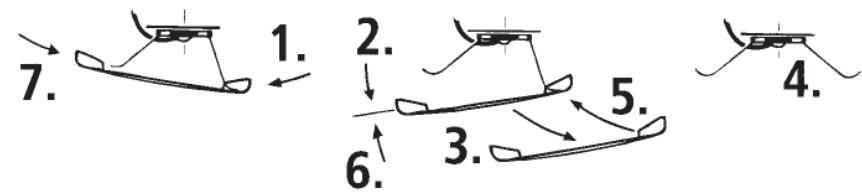
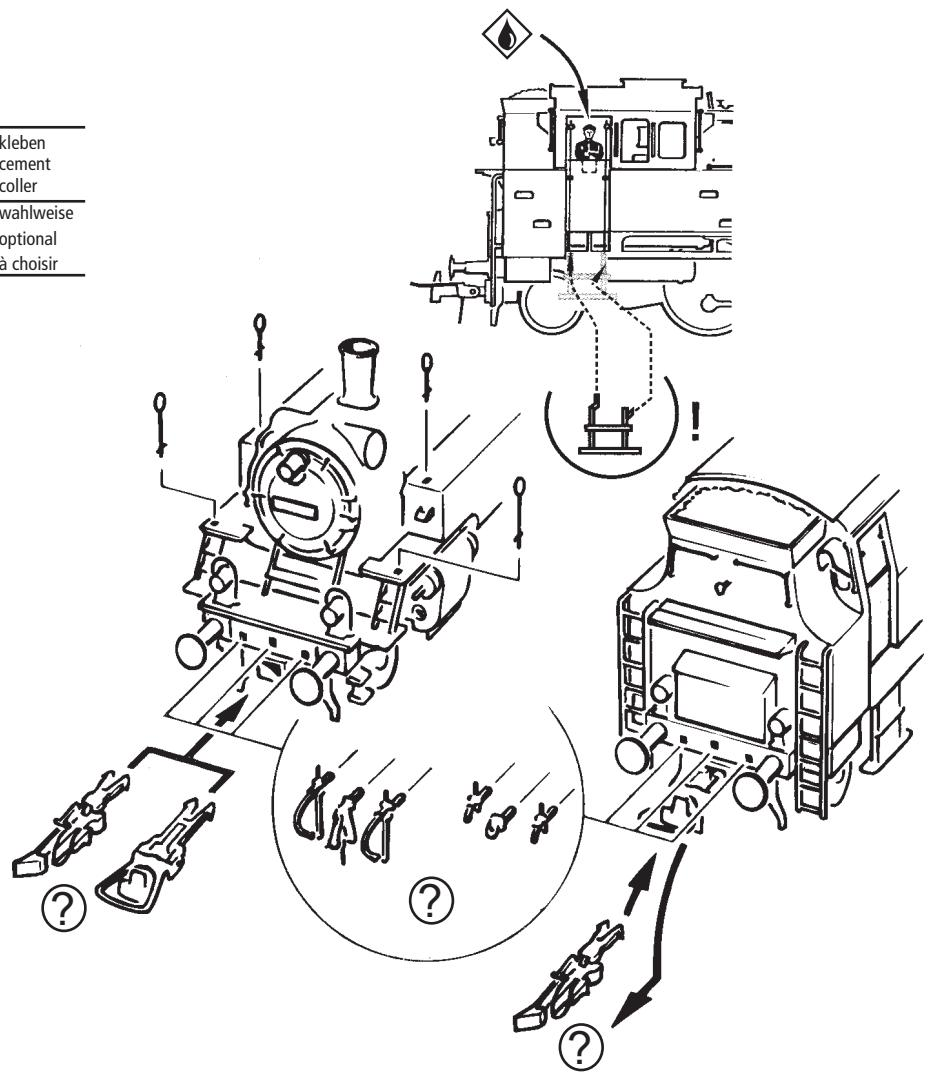

Fig. 6
Fig. 4
Zuerst das Lokgehäuse abnehmen (Fig. 4). Danach den Brückenstecker aus der Schnittstelle entfernen (diesen sorgsam aufbewahren). Zuletzt den Stecker des Steuerbausteins lagerichtig einsetzen (siehe Fig. 6).
**2. Schmierung:** Versehen Sie die im Schmierplan in Fig. 7 gekennzeichneten Stellen mit nur **kleinen Öltropfen**. Dazu zuerst das Lokgehäuse abnehmen (Fig. 4). Wir empfehlen den ROCO **Öler Art.-Nr. 10906**. Fürs Schmieren der Getriebeteile (Zahnräder, Schnecke) empfehlen wir das **ROCO-Spezialfett Art.-Nr. 10905**. Im Falle der Schmierung diese Teile **nicht ölen**.
**5. Kohlebürstenwechsel:** Lokgehäuse abnehmen (Fig. 4). Danach wird der **Motor ausgebaut** und die **Kohlebürsten ausgewechselt** (Fig. 10).
First remove loco body (fig. 4). Then remove the jumper from the interface. Finally put the plug of the chip into the interface as shown in fig. 6.
**2. Lubrication:** Apply **tiny oil drops** to spots marked in fig. 7. Prior to lubrication dismantle the loco body (fig. 4). We recommend using item no. **10906, Roco oiler**. For lubrication the gearparts (e.g. cogwheels, worm) we would recommend our Roco **special grease** (item no. **10905**).
**3. Steam generator application:** First remove the smokestack (fig. 4) and then push in the Seuthe steam generator no. 10 (running in digital mode: use no.11) (fig. 5).
**5. Carbon Brush Changing:** First remove loco body (fig. 4), and then the motor (fig. 10).
**Exploitation en télécommande multi-trains:** Veuillez démonter d'abord la caisse de votre locomotive (fig. 4). Enlevez ensuite la fiche de shuntage de l'interface (à conserver!) et enfichez finalement la fiche du module de télécommande aux prises de l'interface. Veillez à la position correcte de la fiche (voir fig. 6).
N'appliquez **qu'une tout petite goutte** aux endroits indiqués par le plan de graissage (fig. 7) après avoir démonté la caisse du locomotive (fig. 4). Nous vous recommandons **le graisseur à huile Roco réf. 10906**. Pour graisser les engrenages (roues dentées, vis sans fin) nous vous conseillons la **graisse spéciale Roco réf. 10905** pour engrenages en matières synthétiques. Lorsque vous utilisez cette graisse il faut éviter d'huiler ces composants.
**3. Emploi d'appareil fumigéné:** Veuillez démonter d'abord la caisse de votre locomotive (fig. 4) et introduisez ensuite le fumigène au chassis (fig. 5) **Attention:** Le fumigène Seuthe n° 10 n'est à utiliser qu'en exploitation classique >>analogique<<. Pour une locomotive munie d'un décodeur de commande numérique faites appel au fumigène Seuthe n° 11!
**5. Remplacement des balais du moteur:** Démontez la caisse de votre locomotive (voir fig. 4). Sortez ensuite le moteur de son logement (voir fig. 10) et échangez finalement le balais.
voir } Fig. 4